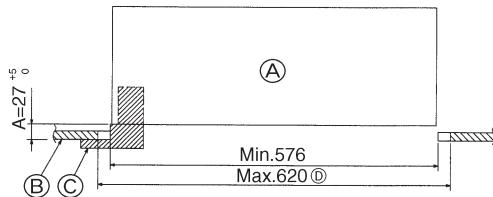
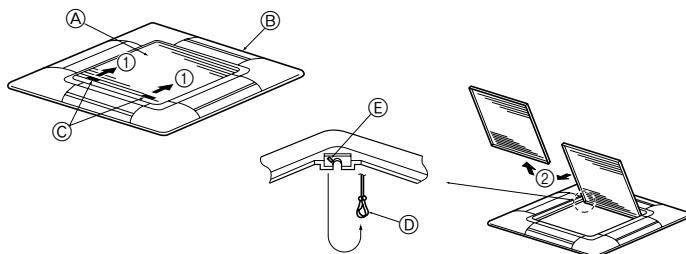
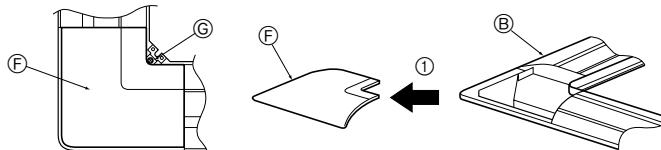

Fig. 8-2
Fig. 8-3
Fig. 8-4
8.2. Voorbereidingen voor het bevestigen van het rooster (Fig. 8-2)
① Hoofdunit
② Plafond
③ Meetapparaat (accessoire)
④ Afmetingen plafondopening
8.2.1. Verwijderen van de gril van de inlaatopening (Fig. 8-3)
- Schuif de hendels in de richting die wordt aangegeven door de pijl ① om de gril van de inlaatopening te openen.
- Verwijder nu het scharnier van de gril van de inlaatopening zoals aangegeven door de pijl ②, terwijl de gril in de geopende positie staat.
8.2.2. Verwijderen van het hoekpaneel (Fig. 8-4)
- Verwijder de schroef uit de hoek van het hoekpaneel. Schuif het hoekpaneel in de richting aangegeven door de pijl ① om het paneel te verwijderen.